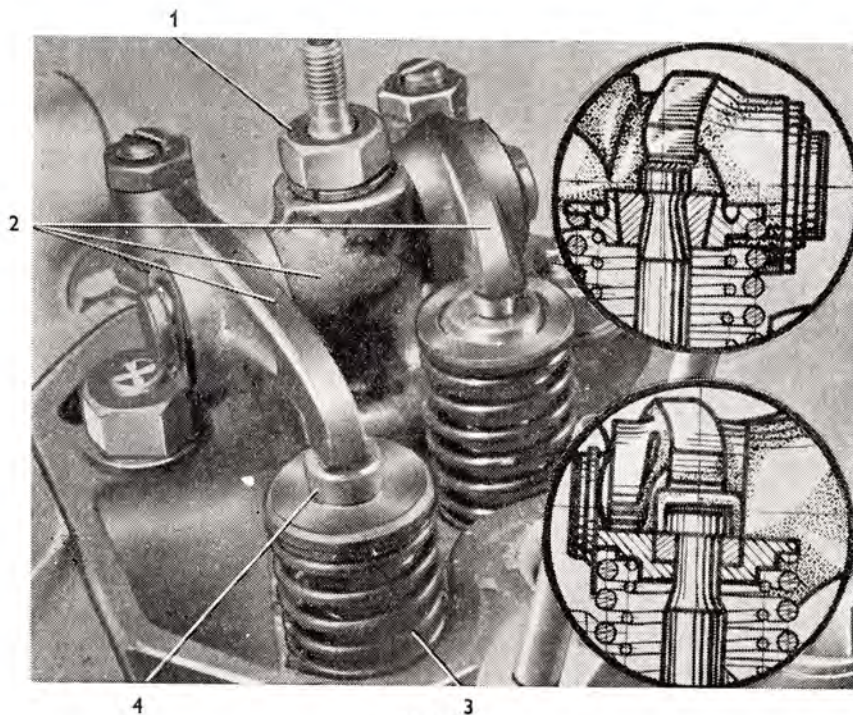

Abb. 43
5. Die kegelförmige Einlage (Abb. 43), am Auspuffventil die zylinderförmige Einlage ist aus der Federschale herauszunehmen, die Schale ist abzunehmen und die schaffhafte Feder auszubauen.
2. Die Mutter M 12 (Abb. 43/1) ist zu lockern und der Kipphebelbock samt Kipphebel (Abb. 43/2) sind abzunehmen. Im Falle, dass der Kipphebelbock abmontiert werden muss, ist der äussere Sicherungsring abzunehmen, die Unterlagscheibe und die Kipphebel sind abzuziehen (der kürzere Kipphebel öffnet das Saugventil).
3. Bei Austausch der Ventilfeuern (Abb. 43/3) ist der Zylinderkolben am Zylinderkopf, bei dem der Austausch vorgenommen wird, im oberen Totpunkt einzustellen.